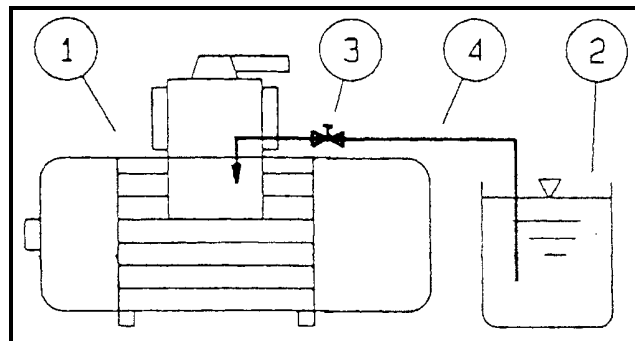

Fig.10
**Lubrificazione addizionale Fig.10.**